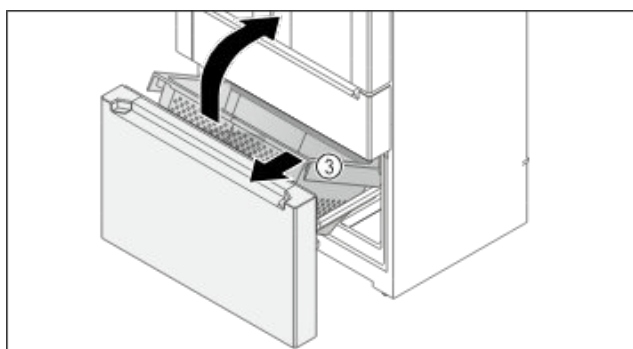

Fig. 152
- Sollevare il contenitore *Fig. 152 (3)* anteriore.
- Estrarre il contenitore *Fig. 152 (3)* in obliquo e in avanti.